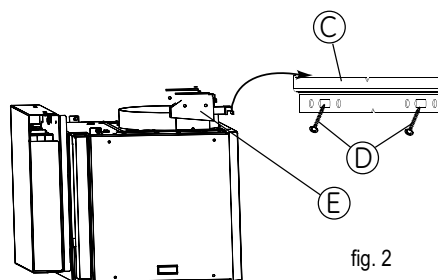

fig. 2
- Aparafuse a barra de fixação à parede (C/ fig. 2) com os 2 parafusos (D/fig.2).
- Fixe o exaustor por meio das respectivas suspensões (E/fig. 2).
- Ajuste a altura e o nível através dos parafusos de ajuste (E /fig. 2) dos suportes (o parafuso superior para regular a horizontalidade, o parafuso inferior para regular a colocação na parede).